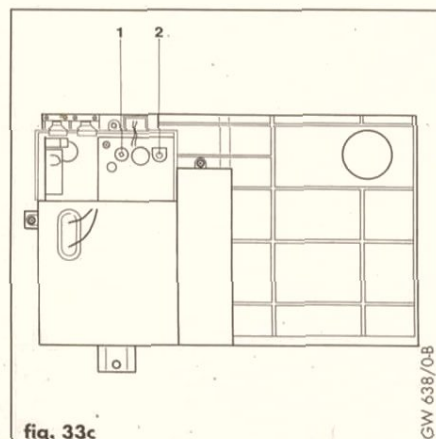

fig. 33c
- Con un piccolo cacciavite, girare in senso antiorario il potenziometro P503 (2, fig.33c) fino all'arresto (fiamma al minimo). Per impostare la potenza dell'apparecchio fino al valore desiderato rilevare, dalla tabella 9.5, la portata gas agli ugelli necessaria, ruotare lentamente il potenziometro in senso orario fino a che il contatore del gas segnurerà il dato prestabilito.
- Con un piccolo cacciavite, girare in senso antiorario il potenziometro P503 (2, fig.33c) fino all'arresto (fiamma al minimo). Per impostare la potenza dell'apparecchio fino al valore desiderato rilevare, dalle tabelle 9.7, la pressione gas agli ugelli necessaria, ruotare lentamente il potenziometro in senso orario fino a che il manometro raggiungerà il dato prestabilito.